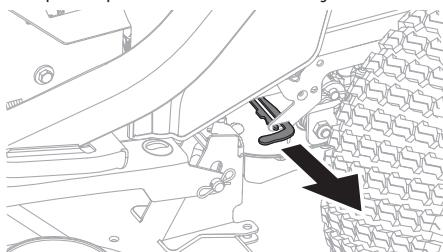

Figure 2
- Tirez sur la tige pour engager la tige de dérivation. Répétez l'opération pour l'autre côté. Consultez la Figure 2.